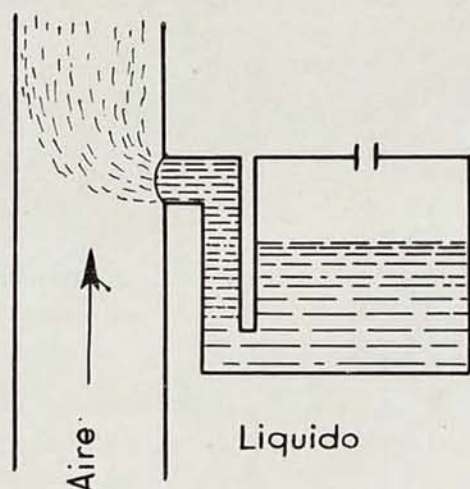

Fig. 3
**Observaciones.**—Es sabido que si un surtidor está bajo la influencia de una corriente de aire ésta produce una absorción por el surtidor. (Véase fig. 3.)